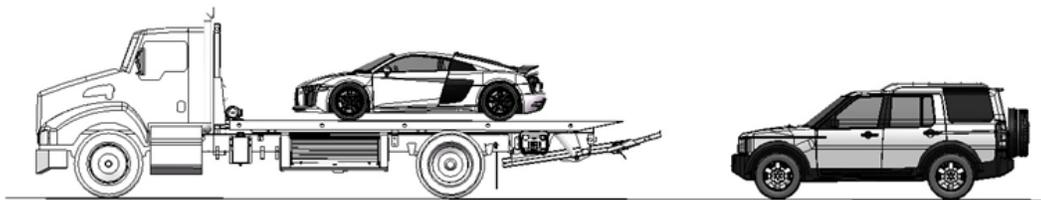

FIGURE 41 – PLACER LE CAMION
Il doit y avoir une charge sur la plateforme avant que vous puissiez utiliser le lève-roues pour remorquer un autre véhicule, comme le montre la Figure 41.
2. Alignez le camion et le véhicule à remorquer. Placez le camion à trois ou quatre pieds du véhicule à remorquer, comme l'indique la Figure 41.